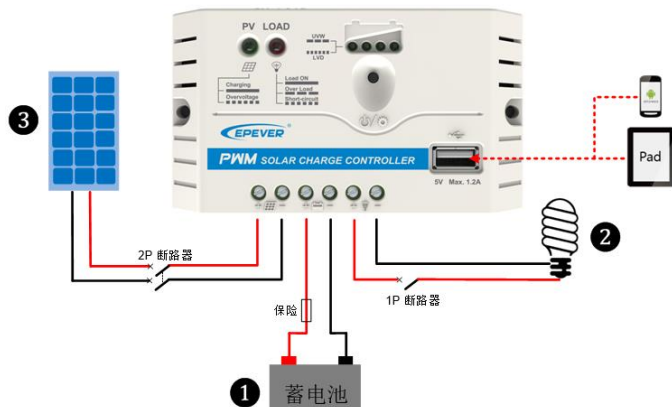

图 2 连接示意图
按照图 2 接线示意图的顺序接线, ① 蓄电池—② 负载—③ 光伏阵列, 如果断开系统时请按照图 2 的倒序过程断开 ③②①。